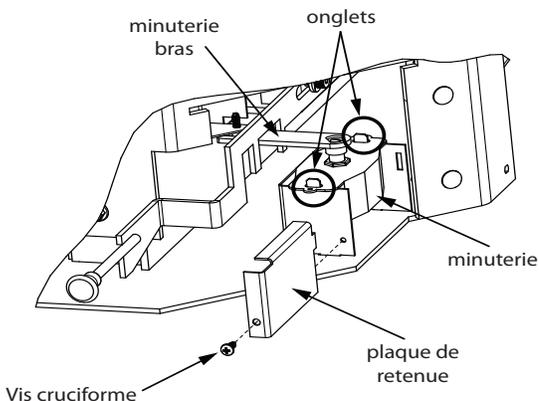

Figure 27.6
2. À l'aide d'un tournevis Cruciforme retirer la plaque de support (**Figure 27.6**).
3. Ascenseur temporisateur (timer minuteur et bras) sur les onglets et les vis (**Figure 27.6**).